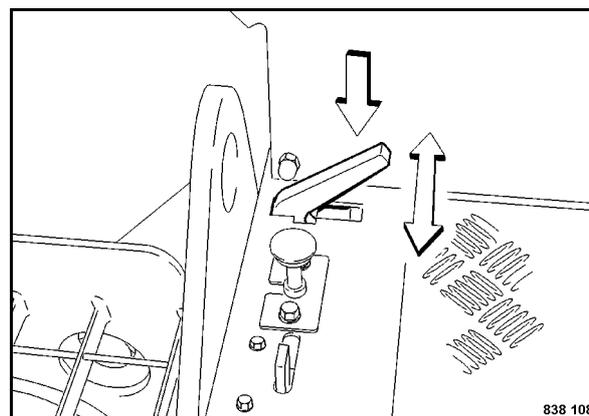

Fig. 108
- Sbloccare la piattaforma (Fig. 108) e spostarla nella direzione desiderata fino allo scatto del chiavistello.